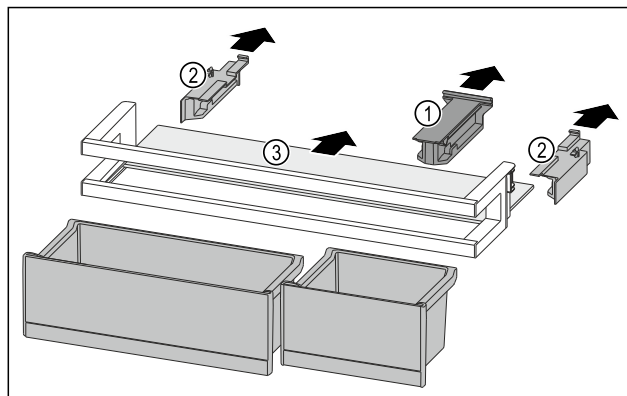

Fig. 88
- ▶ Trekk av holdedelen Fig. 88 (1).
- ▶ Trekk av sidedeler Fig. 88 (2).
- ▶ Fjern oppstillingsplassen Fig. 88 (3).